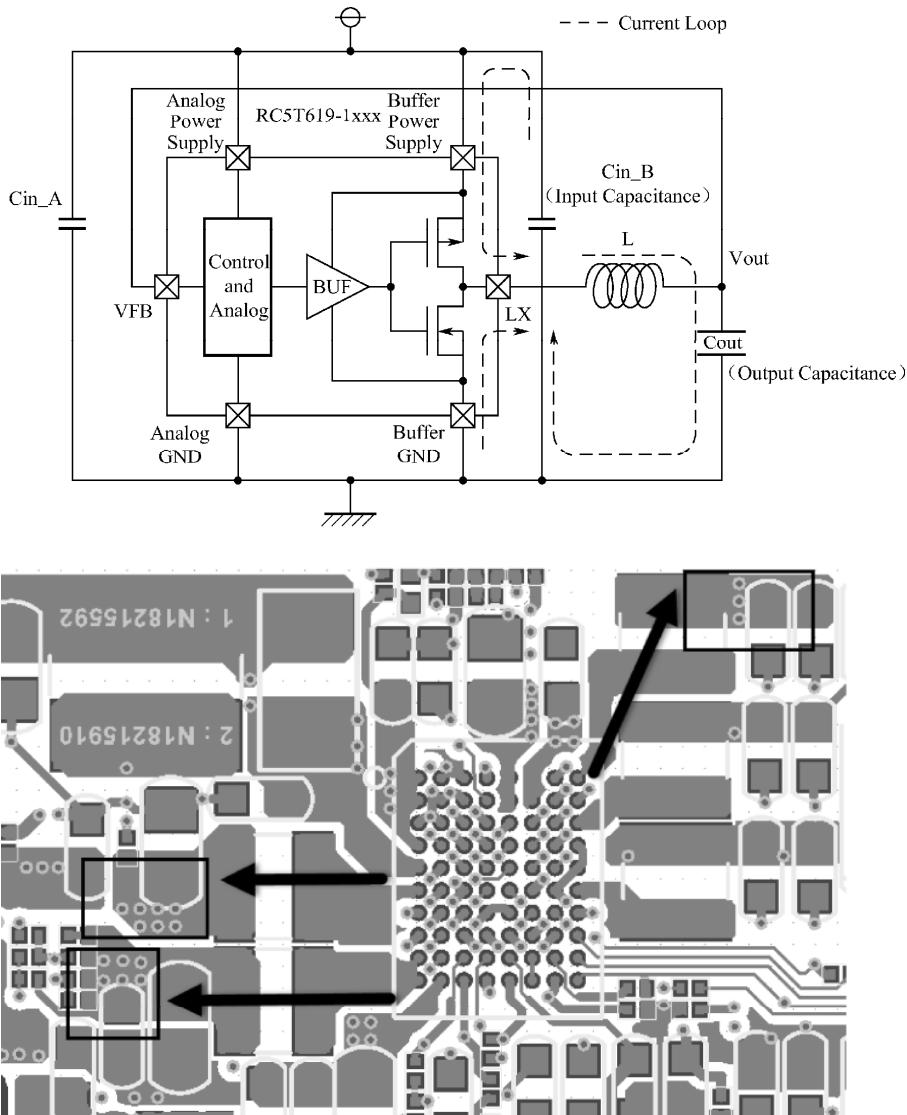

图 15-14 PMU 的处理
(1) 保证输入、输出电容地尽量靠近芯片地，如图 15-14 所示，输入、输出电容的接地端需要根据供电电流的大小打相对应数量的过孔到主地上。